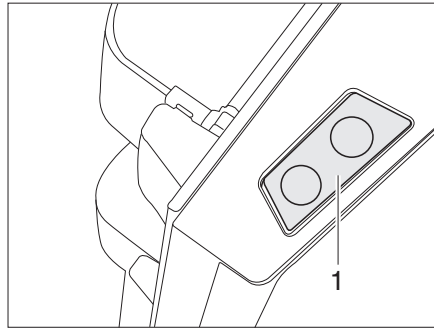

Fig. 218 Touche de déverrouillage de la porte du réfrigérateur (Dometic Série 8)
- Appuyer sur la touche de déverrouillage (Fig. 218,1) et ouvrir le réfrigérateur.